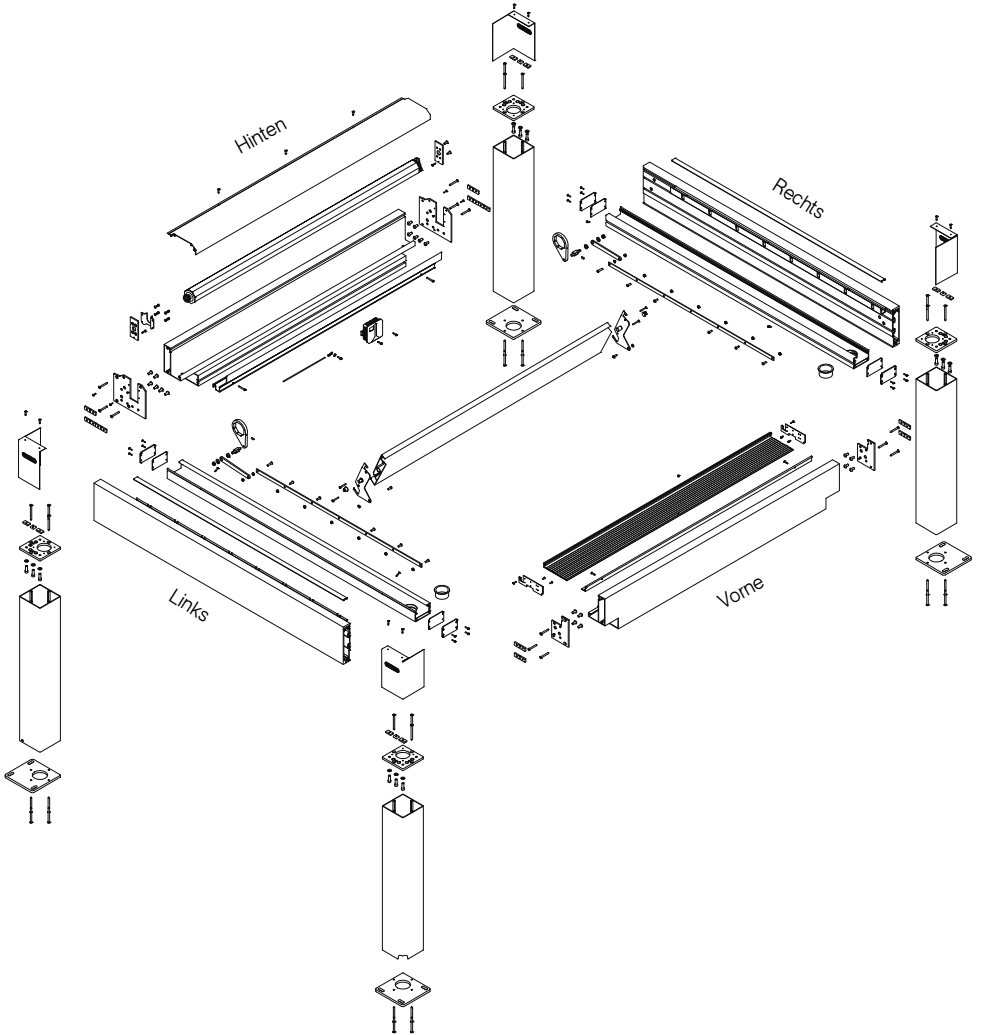

Abb. 2
- » 1x Explosionszeichnung (DIN A3) der Anlage (Abbildung 2)